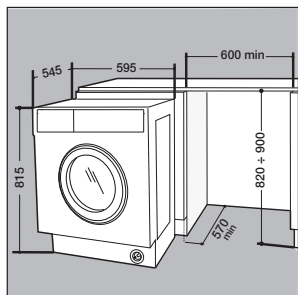

Fig. 6
- Вставьте машину в нишу, выровняв ее с мебелью (рис. 6).